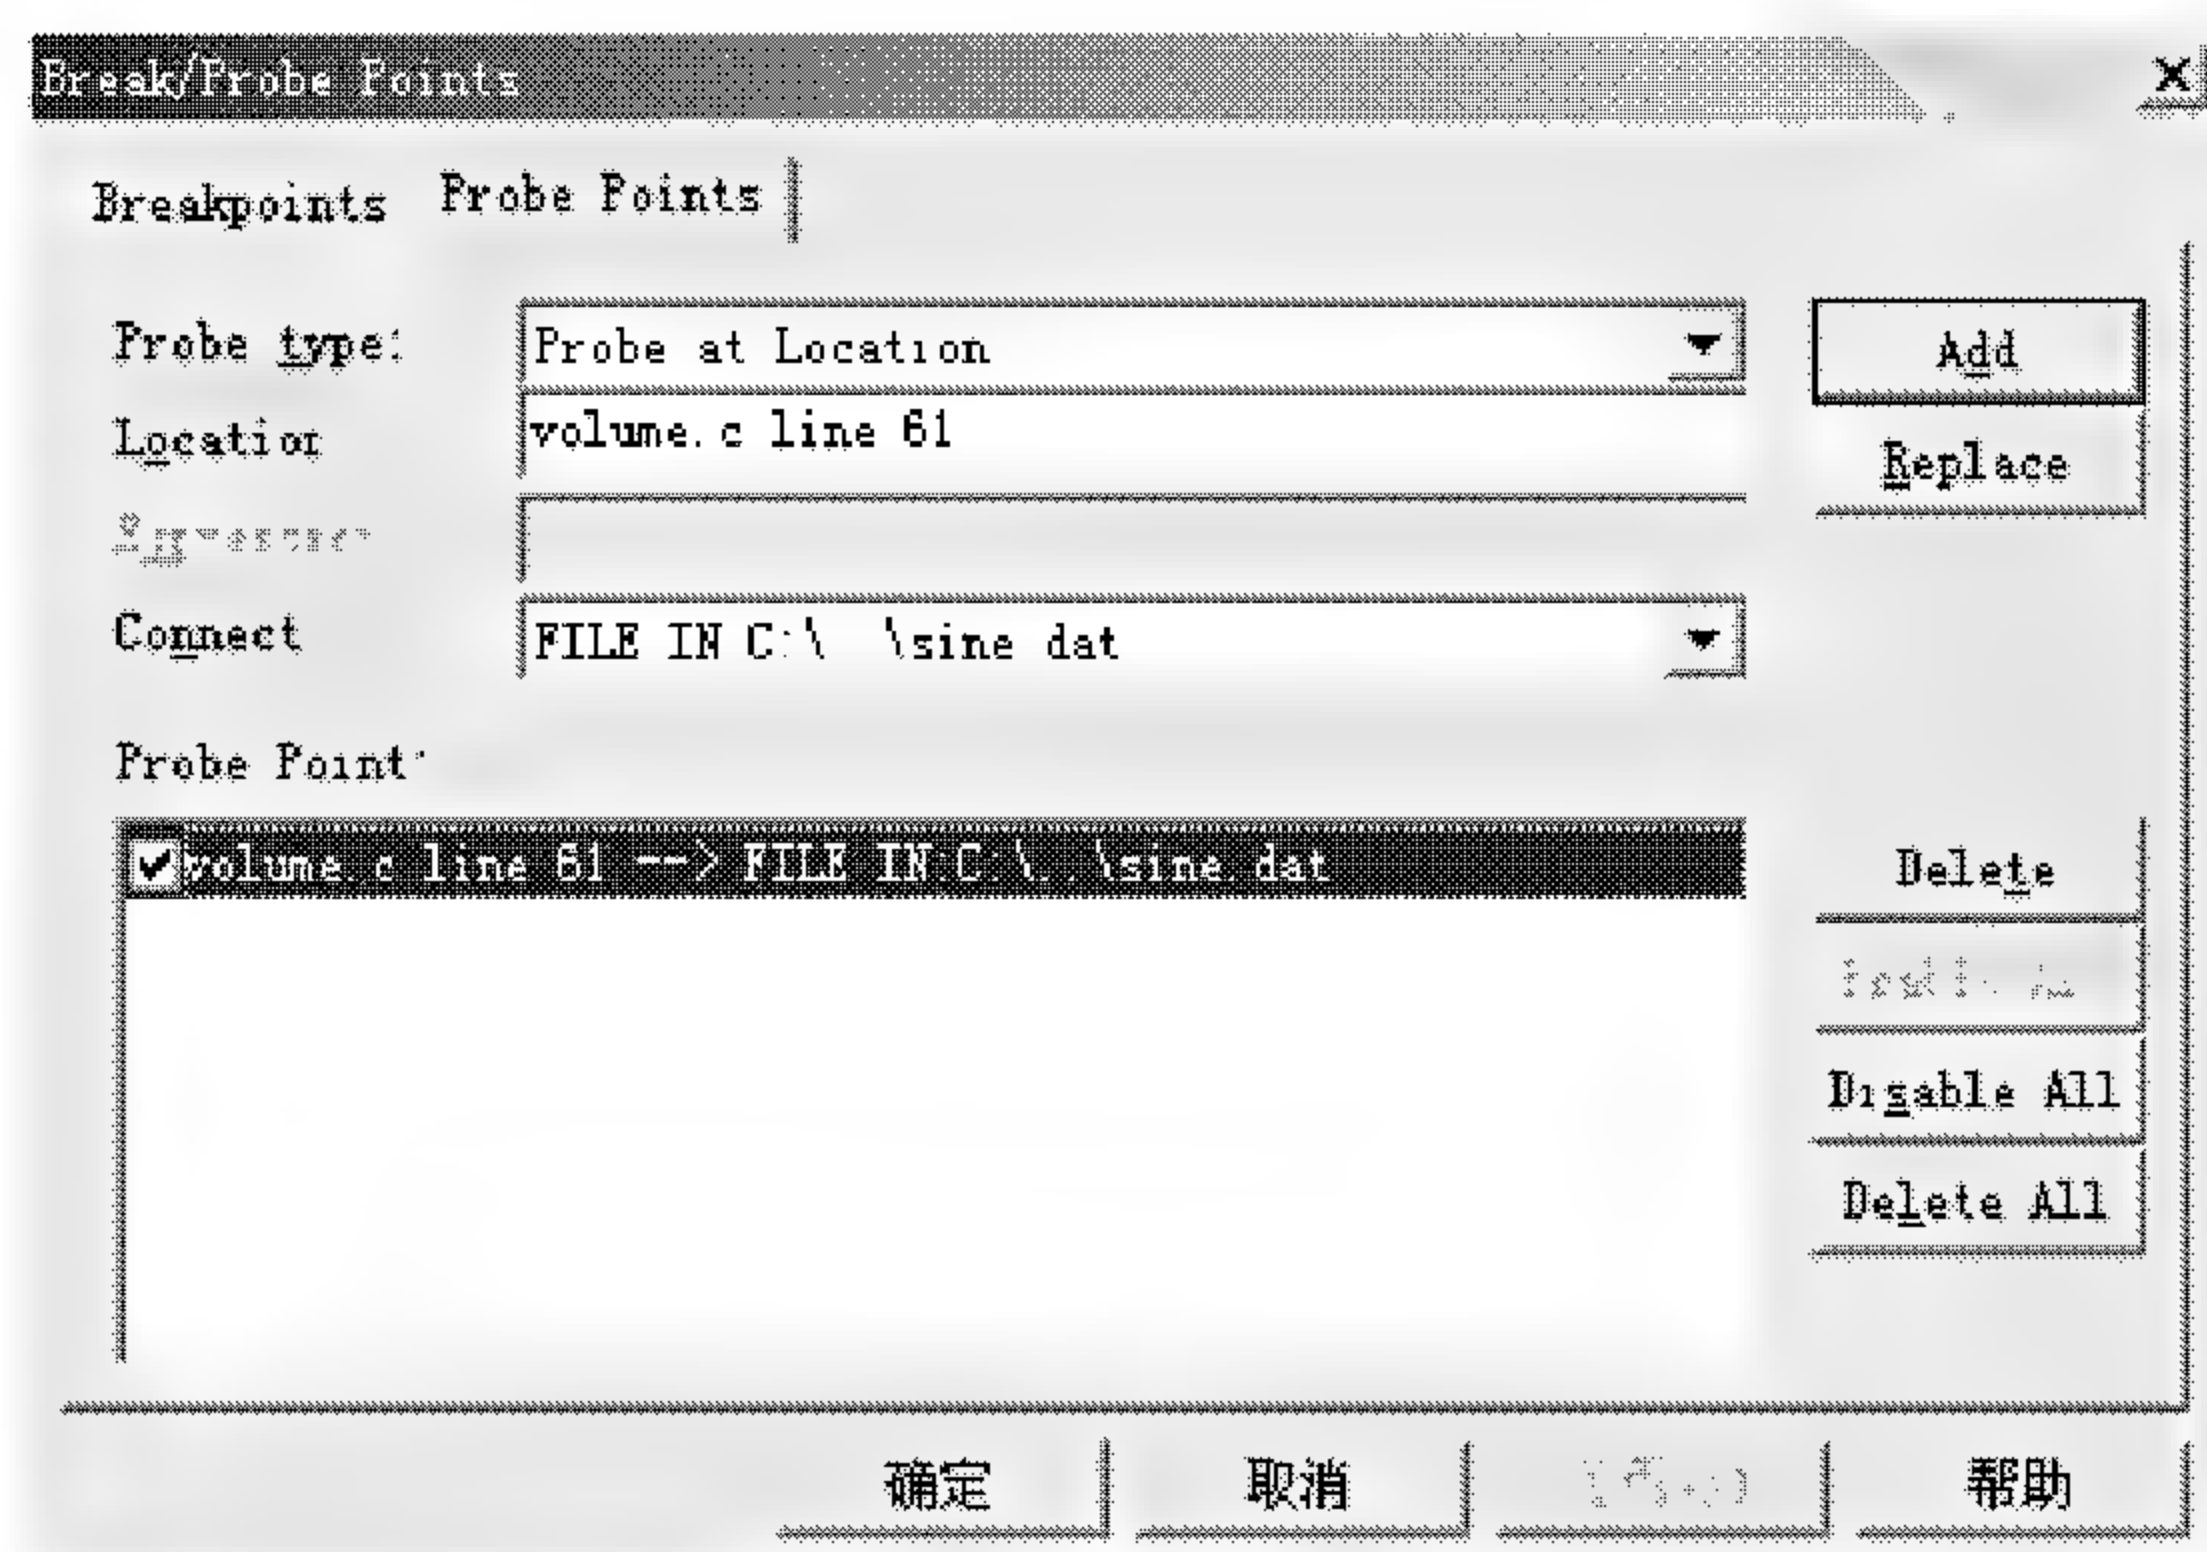

图 3.15 Break/Probe Points 对话框的 Probe Points 面板
- (6) 在 File I/O 对话框中，设置 Address、Length 和 Wrap Around 项。
(7) 点击 Add Probe Point, 打开 Break/Probe Points 对话框的 Probe Points 面板, 如图 3.15 所示。
探点也有多种类型, 可从图 3.15 的 Probe type 项中进行选择: